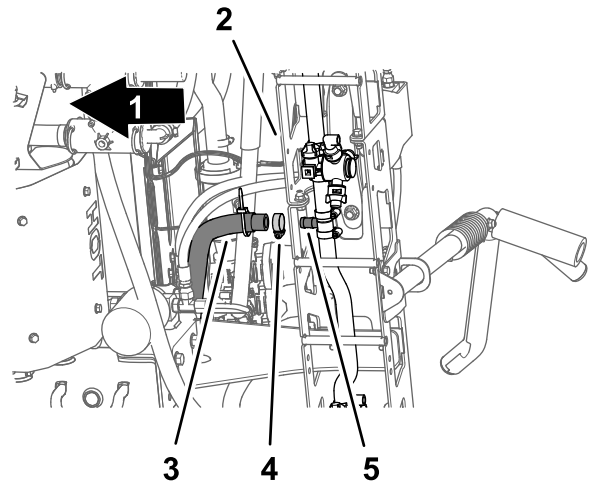

図 36
5. センターブームの下で、センターブームに給液しているホースをバーブ付きT字フィッティングに固定しているクランプを外す 図 36。